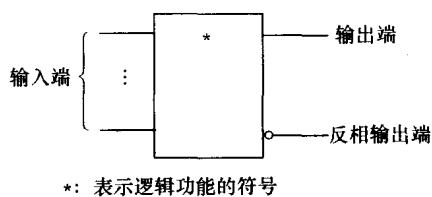

图 1-1-12 数字集成电路及其输入端和输出端
(4)数字集成电路处理的是数字或脉冲信号(“1”和“0”),可以具有若干个输入端和1个或2个输出端,如图 1-1-12 所示,方框中间的符号 \* 表示其逻辑功能,带有小圆圈的输出端为反相输出端。通用数字集成电路最常用的是门电路和模拟开关。门电路可用逻辑代数进行分析,模拟开关由数字信号控制信道的通断。